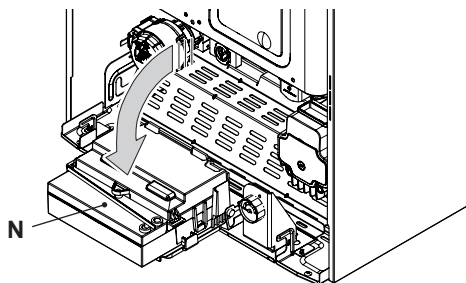

Figura 5.17
- Individuare il coperchio copri morsettiera N (Figura 5.17) rimuovere le viti di tenuta ed aprirlo.